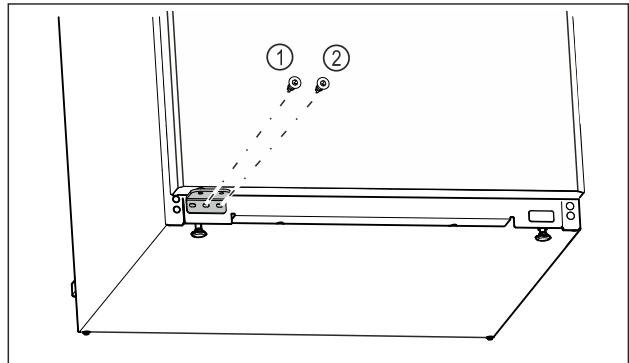

Fig. 21
- ▶ Înșurubați ferm șurubul din mijloc al suportului de lagăr Fig. 21 (1) cu șurubelnița Torx 20.
- ▶ Înșurubați ferm șurubul din interior al suportului de lagăr Fig. 21 (2) cu șurubelnița Torx 20.